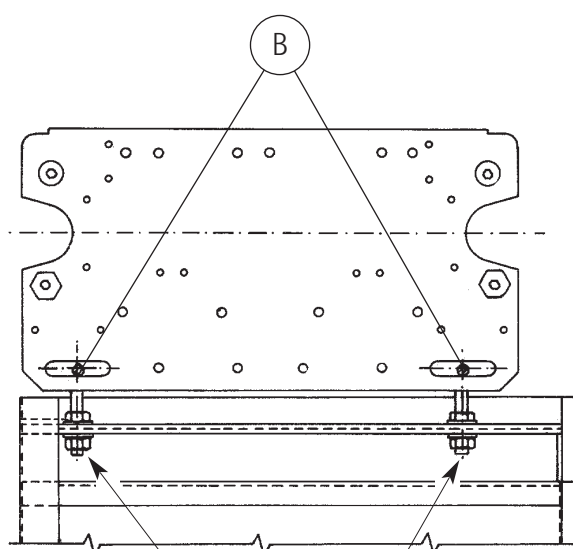

Fig. 1
El patín inferior se monta en el perno excéntrico con una ligera presión hasta que las lengüetas (1) se encastran en la ranura (Fig. 1).